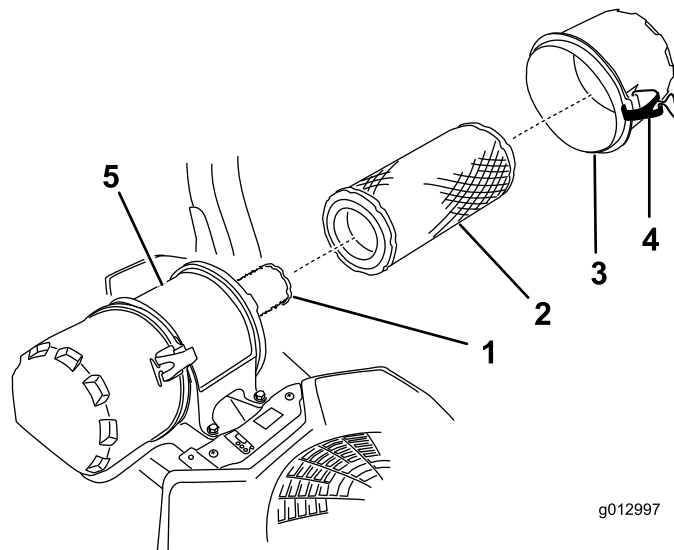

Рисунок 28
- Освободите защелки воздухоочистителя и отделите крышку от корпуса воздухоочистителя (Рисунок 28).
- Осторожно извлеките наружный фильтр из корпуса воздухоочистителя (Рисунок 28).
- При замене внутреннего фильтра осторожно вставьте его в корпус фильтра (Рисунок 28).
- Осторожно вставьте наружный фильтр поверх контрольного фильтра (**Рисунок 28**).